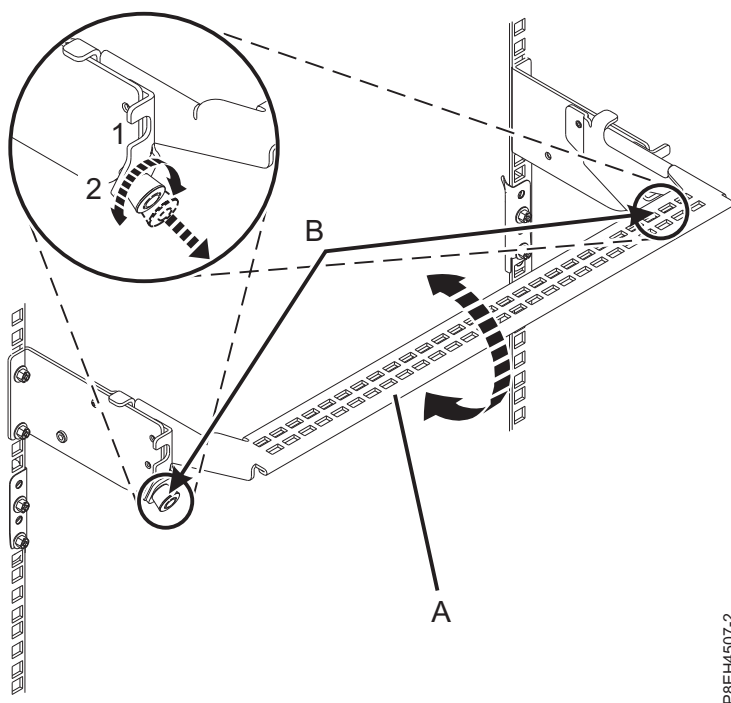

Figure 17. Placement du crochet de routage des câbles en position de maintenance
8. A l'arrière du tiroir d'extension PCIe3, placez le crochet de routage des câbles en position de maintenance. Voir figure 17, à la page 17.